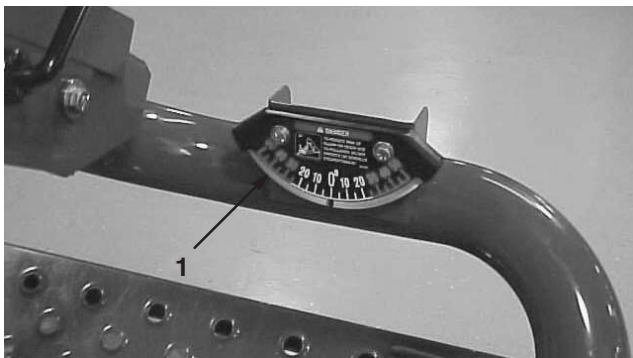

Bild 7
2. Prüfen Sie, ob die Maschine nivelliert ist, indem Sie einen manuellen Neigungsmesser (gehört zum Lieferumfang der Maschine) gegen die Querschiene des Rahmens am Kraftstofftank halten (Bild 7). Aus der Fahrerposition gesehen muss der Neigungsmesser auf Null stehen.